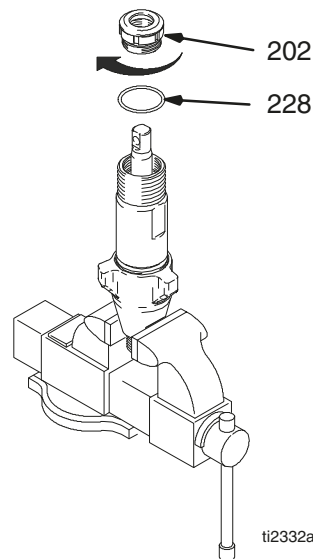

Fig. 20
Fig. 20. Draai de dichting en de pakkingmoer (202) vast op het halsafstandsstuk (228) tot 140 ± 10 in-lb (100 ± 10 in-lb voor model 244197, 244224, 244201, 245904).